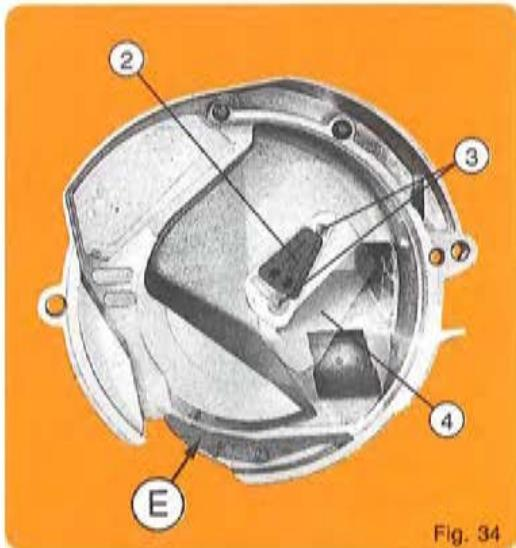

Fig. 34
1. POSITION HAUTE (fig. 34) POUR GROSSES GRAINES, c'est-à-dire maïs, haricots, soja, pois, féveroles, arachides, coton...
1. Hohe Stellung (Abb. 34) für großes Saatgut, d. h. Mais, Bohnen, Soja, Erbsen, Ackerbohnen, Erdnüsse, Baumwolle...
1. HIGH POSITION (fig. 34) FOR LARGE SEEDS, i.e. corn, beans, soybean, peas, kidney beans, peanuts, cotton...
1. STAND HOOG : (fig. 34) voor GROTE ZADEN, dat wil zeggen mais, bonen, soja, erwten, veldbonen, pinda's, katoen...